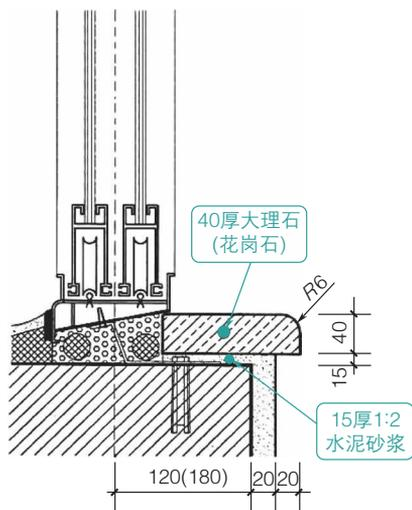

图13-19 某项目大理石窗台板工程 13.4.5 检测与质量
- ② 大理石窗台板割角要整齐、接缝要严密。
- ③ 安装石材窗台板时，要保护已完成的工程项目。
- ④ 进场的窗台板，不得损坏棱角，不得污染。
- ⑤ 切割大理石尽量采用加工切割，如果采用现场切割，要注意大理石下放垫木保护、根据图纸划线切割以确保尺寸正确、边淋水冷却边切割以确保不会产生过热情况等细节。
- ⑥ 盖好、调整好大理石后，大理石的外沿要加支撑杆来固定。
- ⑦ 做好的大理石边沿，可以采用硅胶填缝隙。
- 某项目大理石窗台板工程工艺做法如图13-19所示。